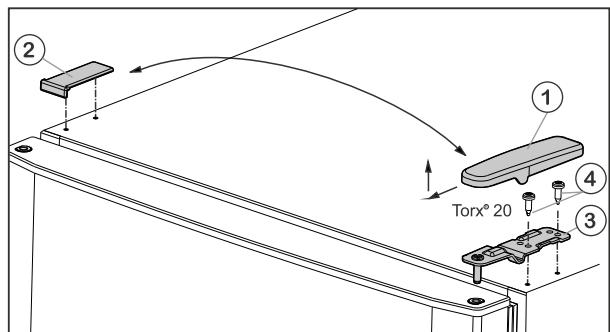
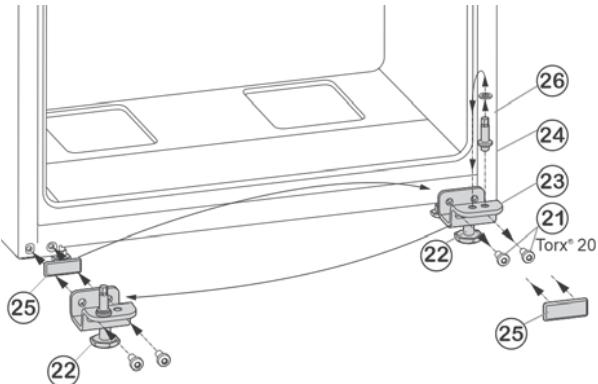

Fig. 5
Fig. 7
- ▶ Потяните крышку Fig. 5 (1) вперед и вверх.
- ▶ Снимите крышку Fig. 5 (2).
- ▶ Открутите верхний опорный кронштейн Fig. 5 (3) (2 шт. Torx® 20) Fig. 5 (4) и вытяните вверх.
- ▶ Открутите крепежные винты Fig. 7 (21).
- ▶ Снимите нижний опорный кронштейн Fig. 7 (23) вместе с опорным пальцем Fig. 7 (24), шайбой Fig. 7 (26) и регулируемой опорой Fig. 7 (22).
- ▶ Открутите опорный палец Fig. 7 (24) вместе с шайбой Fig. 7 (26) и, переставив в отверстие на противоположной стороне опорного кронштейна, снова прикрутите.
- Аккуратно снимите защитную пластины Fig. 7 (25) и переставьте ее на противоположную сторону.
- Прикрутите нижний опорный кронштейн Fig. 7 (23) вместе с опорным пальцем Fig. 7 (24), шайбой Fig. 7 (26) и регулируемой опорой Fig. 7 (22) с другой стороны шарнира **(с моментом 4 Нм)**, при необходимости используйте аккумуляторный шуруповерт.
- Установите нижнюю дверцу сверху на опорный палец Fig. 7 (24).
- Вставьте средний опорный кронштейн (13) с поворотом на 180° в нижнюю дверцу и прикрутите с помощью крепежных винтов (11) (2 шт. Torx® 20) на новую сторону шарнира **(с моментом 4 Нм)**.
- Снова установите пластиковую шайбу (10).
- Установите верхнюю дверцу на средний опорный кронштейн (13).
- Установите верхний опорный кронштейн Fig. 5 (3) на новой стороне шарнира и защелкните в дверце.
- Привинтите верхний опорный кронштейн **(с моментом 4 Нм)** (2 шт. Torx® 20) Fig. 5 (4). При необходимости используйте аккумуляторный шуруповерт.
- Наденьте и защелкните крышку Fig. 5 (1) на противоположной стороне снаружи.
- Также наденьте сверху и защелкните крышку Fig. 5 (2) на противоположной стороне.
- Выверните регулируемую опору Fig. 7 (22) на нижнем опорном кронштейне Fig. 7 (23) до ее соприкосновения с полом.